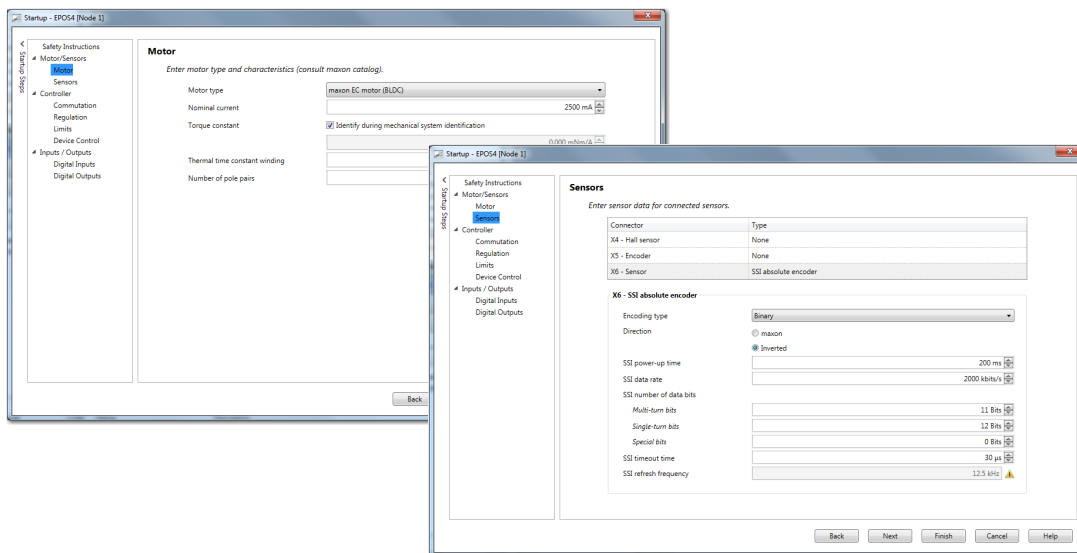

Figure 8-84 Adjustment of SSI commutation offset value | Set motor and sensor data
- 7) Configure the data for motor and SSI absolute encoder using «EPOS Studio» \ «Startup» wizard \ «Motor/Sensors» \ «Motor» or «Sensors» respectively (→Figure 8-84).